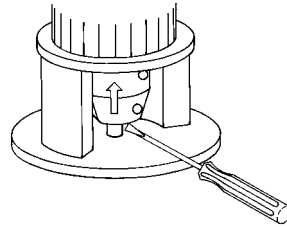

Fig. 15 Sollevamento del giunto e dell'albero della pompa
3. Con un cacciavite sollevare verso il motore giunto ed albero pompa, affinché le estremità dell'albero pompa e dell'albero motore si tocchino. Vedi fig. 15.